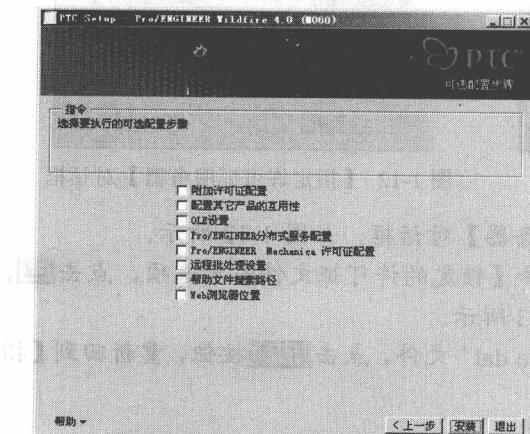
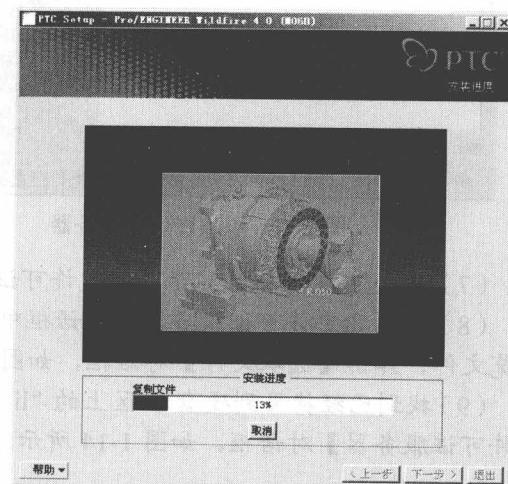

图 1-17 开始安装
图 1-18 安装界面
(12) 点击 **下一步 >** 按钮，显示如图 1-17 所示的对话框，不选任何选项，单击 **安装** 按钮，开始安装 Pro/E，安装界面如图 1-18 所示。